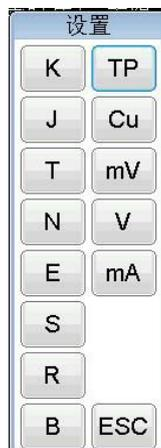

图 4.4.2 传感器型号选择对话框
- ◆ 传感器：选择轻触此按键，弹出对话框（图 4.4.2 所示），选择对应通道的传感器型号；